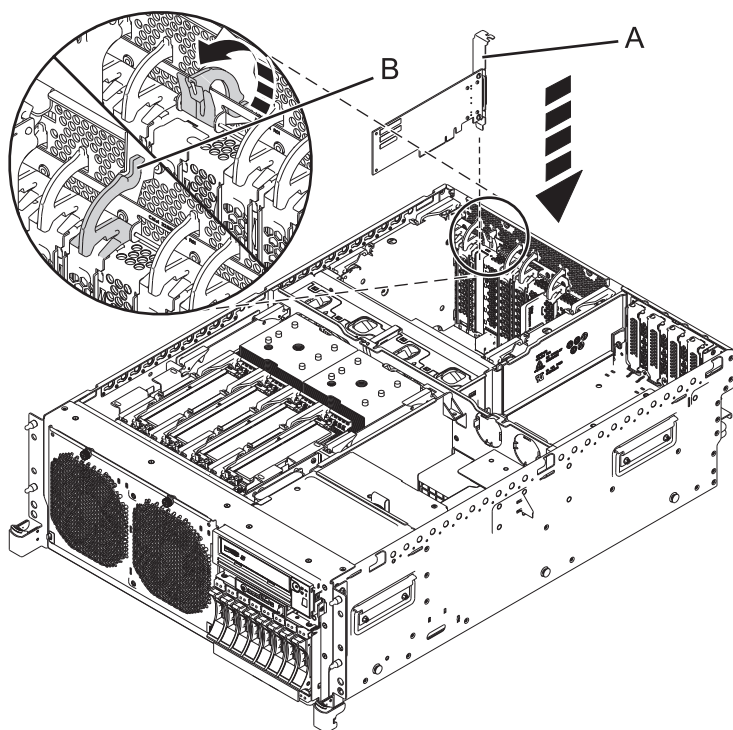
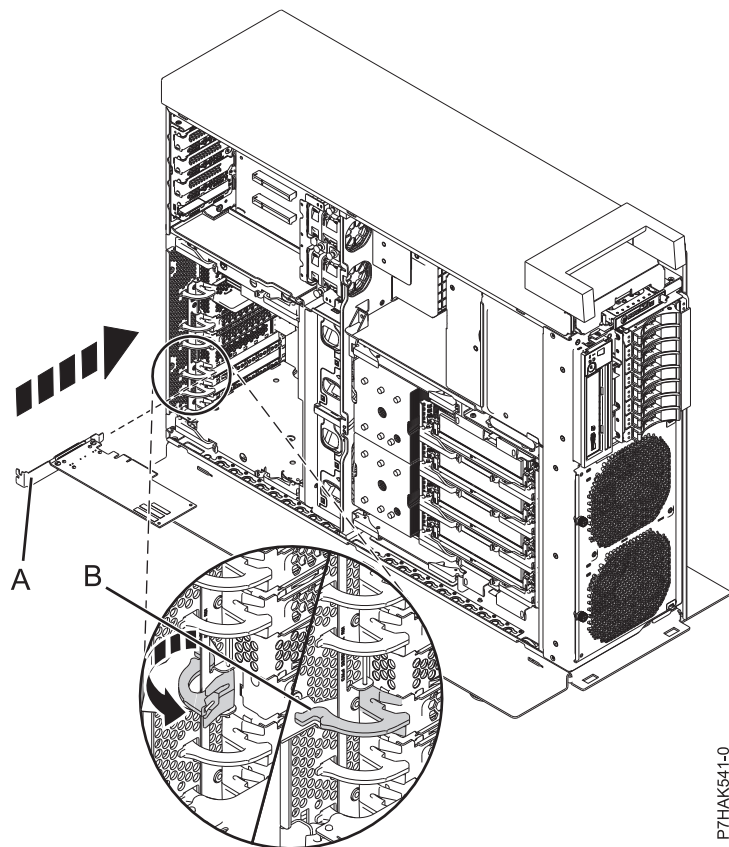

図 12. ラック・マウント・システム装置での PCI アダプターの取り替え
図 13. スタンドアロン・システム装置での PCI アダプターの取り替え
16. 図 12 および 19 ページの図 13 に示すように、アダプター・ラッチ (B) を引っ張って、元の位置に戻します。